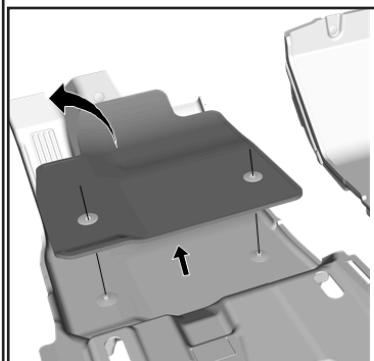

Figura 1
1. Retire el tapete de producción. **Vea la Figura 1.**